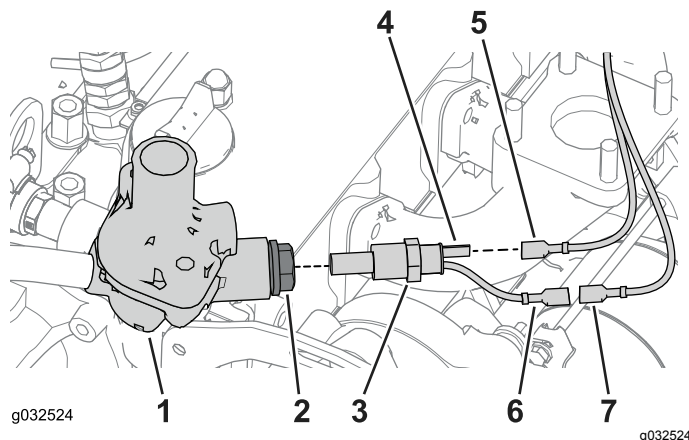

図 29
- ステップ2 給液ホースを配設する (ページ 14) で外した黄色いコードを、温度センサーのエンジンホットコネクタに接続する図 29。
- 黄色コードに縛り付けてある橙オレンジ線を黄色線から外し、エンジンウォームコネクタに接続する図 29。
- エンジンブロックについているサーモスタットハウジングを探し出し、エンジンポートプラグを外す図 29。